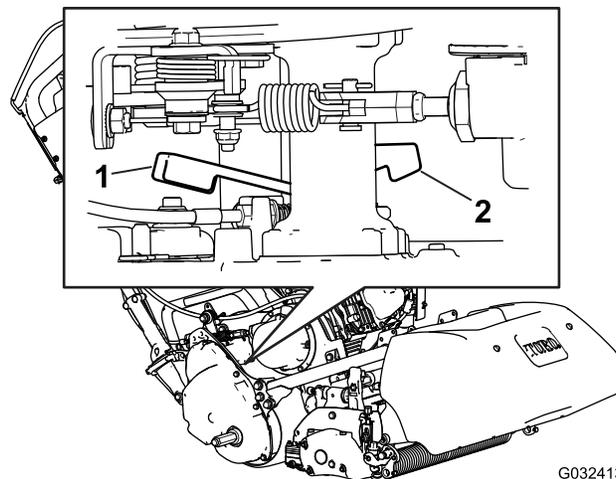

図 30
1. 機体の右後ろ角部にある走行解除レバーを探し出す走行ハウジングドラムの隣にある**図 30**。